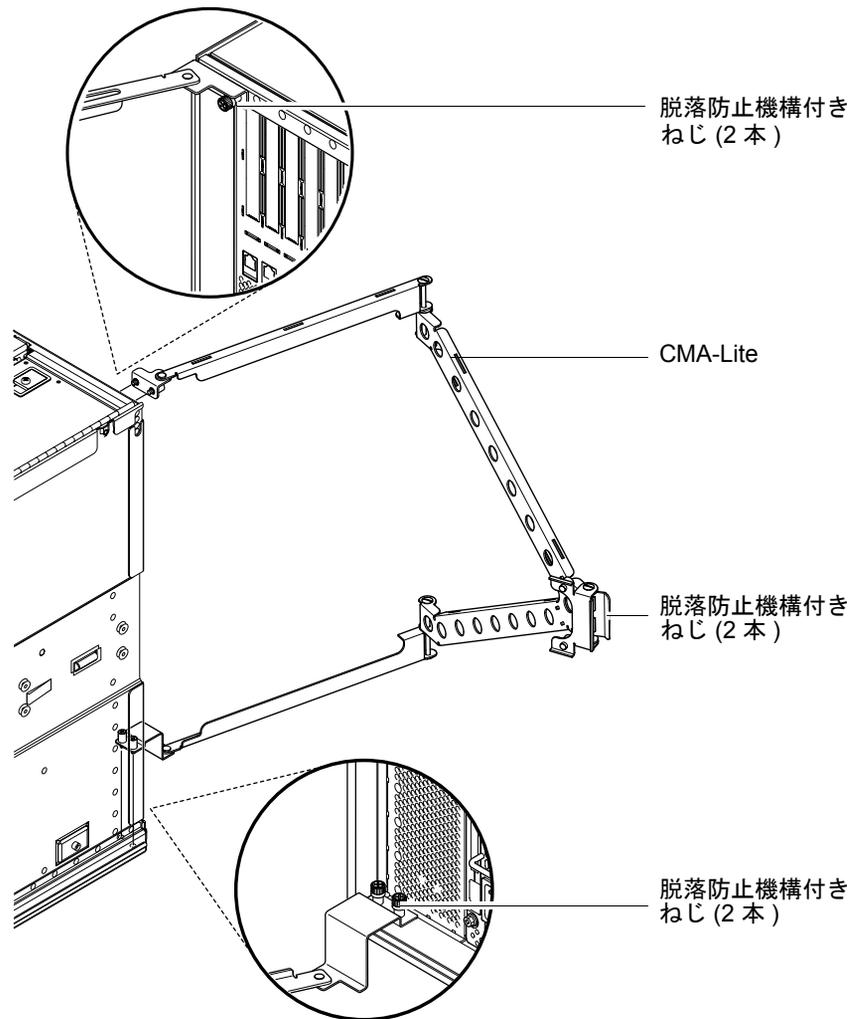

図 1-14 CMA-Lite ケーブル管理アーム
1. 2本の脱落防止機構付きねじを使用して、上のアームの端のピボットをシステムの背面の上部に固定します (図 1-14)。